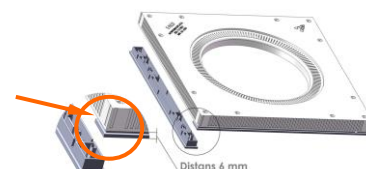

Fig 3
- **För 6 mm förhöjning** av befintligt golv, Vrid distansen så att "piggen" är mot plattans hörn, se fig3, och tryck fast distans på undersidan.